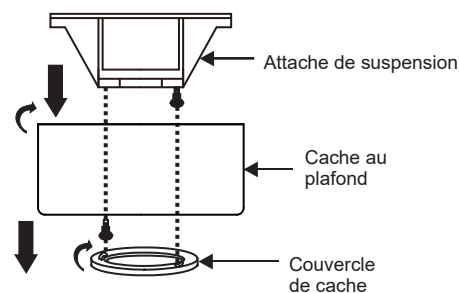

Fig. 5
**Étape 1.** Retirez le couvercle du fond du cache décoratif en le tournant dans le sens antihoraire (**Fig. 5**).
**Étape 2.** Retirez le support de fixation au plafond du cache en le enlevant (et en mettant de côté) une des deux vis. Desserrez la vis restante d'un demi-tour (**Fig. 5**).